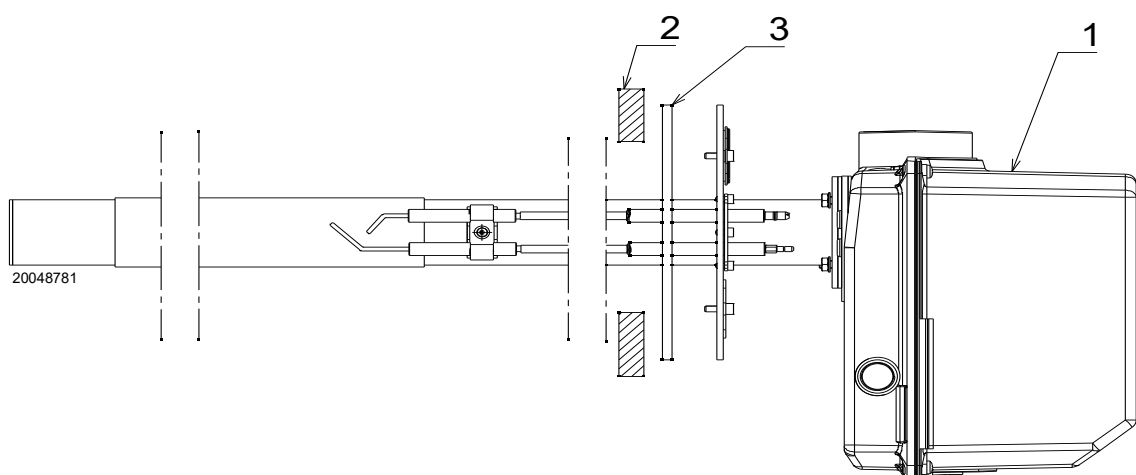

Abb. 7
- Den Brenner 1)(Abb. 7) mit den 4 mitgelieferten Schrauben und (bei Bedarf) den 4 Muttern unter Zwischenfügen der Isolierdichtung 3) (Nicht im Lieferumfang des Brenners enthalten) an der Klappe des Kessels 2) anbringen.